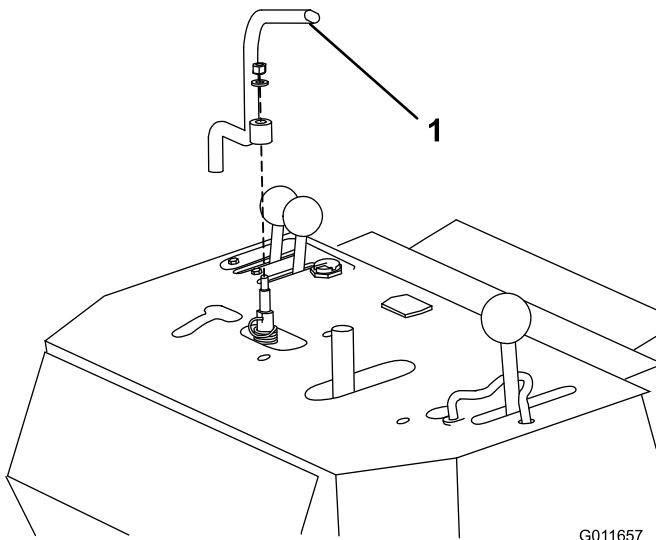

**Figure 5**
4. Décrochez le ressort du levier de commande hydraulique et déposez-le comme montré à la Figure 5.